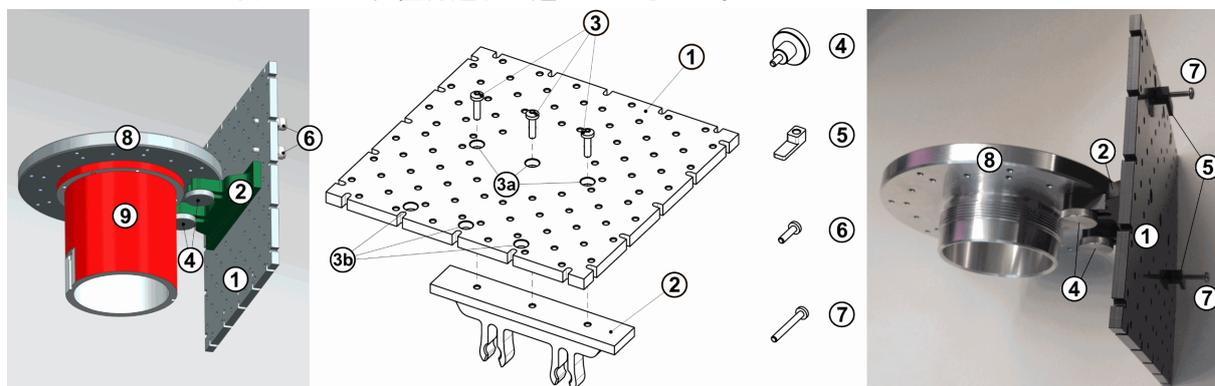

図 7-8: DUTに加え、プリント基板（PCB）も支えるホルダーセット
- エキスパートユーザーがクランプ爪とねじ（図 7-8 のラベル 5~7）を使用して PCB を PCB ホルダーに固定済みであること。
エキスパートユーザーが PCB ホルダーセットを組み立てる際には、図 7-8 に示すように、中央 (3a) の組み立て穴か、端 (3b) の組み立て穴を使用できます。